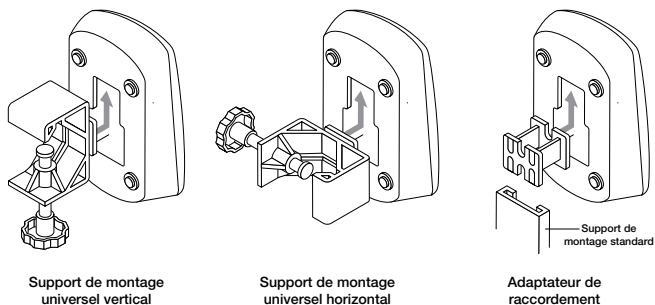

Figure 3. Configuration du contrôleur Aerogen Pro-X et du support de montage universel
7. Utiliser le support de montage universel pour fixer le module de commande à une potence pour intraveineuse ou à une barre du lit, à la verticale ou à l'horizontale (figure 3).
8. Si un support de montage standard est disponible, utiliser l'adaptateur de raccordement pour maintenir le module de commande (figure 3).